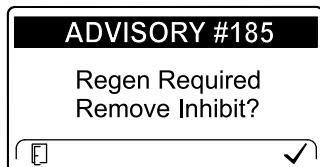

Bild 46
**Hinweis:** Wenn Sie im InfoCenter das Verhindern der Zurücksetzen-Regenerierung eingestellt haben, wird ADVISORY#185 (Bild 46) alle 15 Minuten im